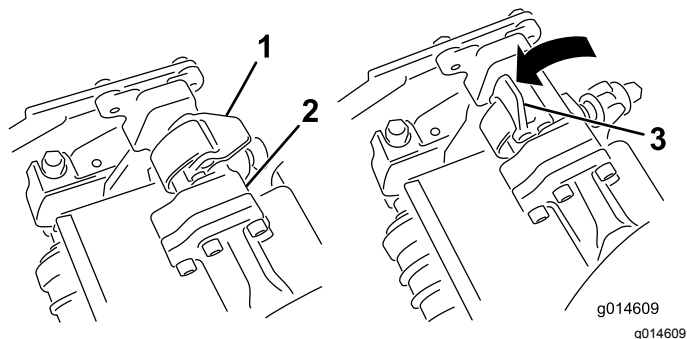
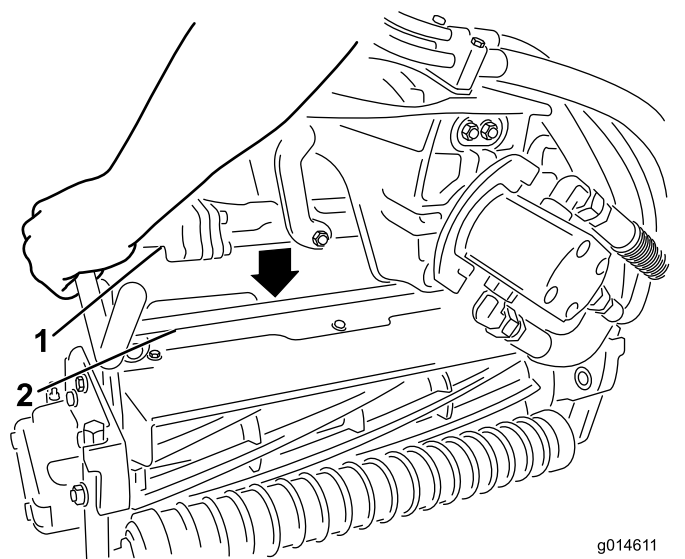

Figura 32
Figura 33
3. Con i fermi del braccio di sospensione rivolti verso l'alto (cioè aperti) (Figura 32), premete il braccio di sospensione verso il basso in modo che la barra si inserisca nella barra della parte superiore dell'apparato di taglio (Figura 33).
4. Chiudete i fermi spostandoli verso il basso e attorno alla barra dell'apparato di taglio, quindi bloccateli in posizione (Figura 32).
- Aprite i fermi sulla barra del braccio di sospensione dell'apparato di taglio che state rimuovendo (Figura 32).